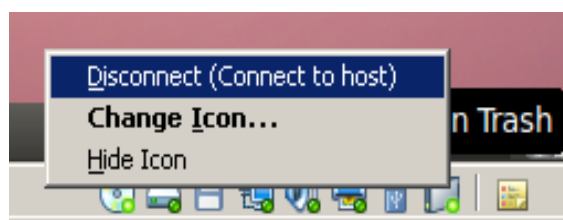

图 2-4-1
9. 使用读卡器将 SD 卡连接到 PC 机上，鼠标点击 ubuntu 系统桌面右下角 [Realtek USB2.0-CRW] 图标查看 SD 卡是否连接到 Linux 下，如图 2-4-1 所示，目前已连接到 Linux 下。若已经连接到 Windows 主机，点击第一个选项将 SD 卡从主机重新连接到 Linux；